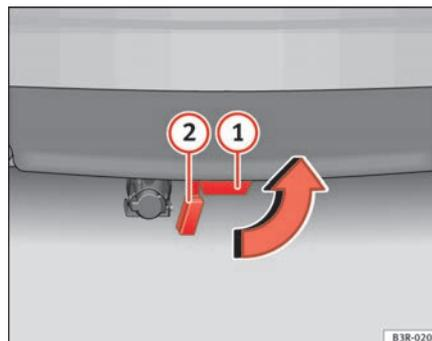

Fig. 157 Pare-chocs arrière : mise en place du bouchon obturateur
- Extrayez la boule d'attelage par le bas, hors du tube de fixation **1** ⇒ page 204, fig. 157. Lors de cette opération, le bouchon obture automatiquement le tube de fixation **2**.